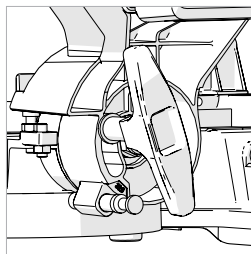

Fig. 46
- Allentare la manopola di blocco smusso. (**Fig. 46**)